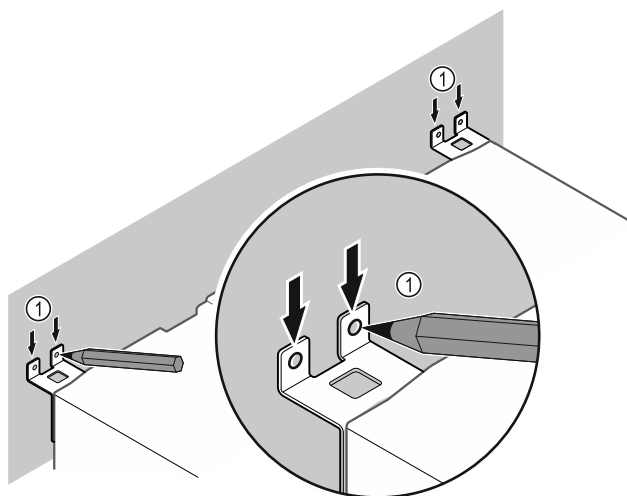

Fig. 11
- ▶ Urobte na stene značky Fig. 11 (1).